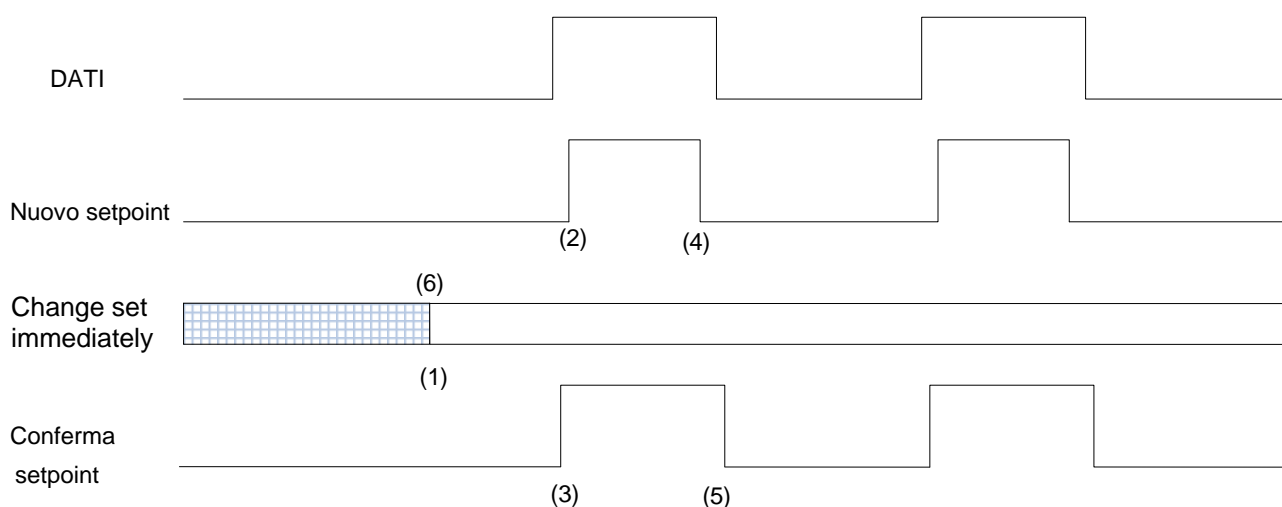
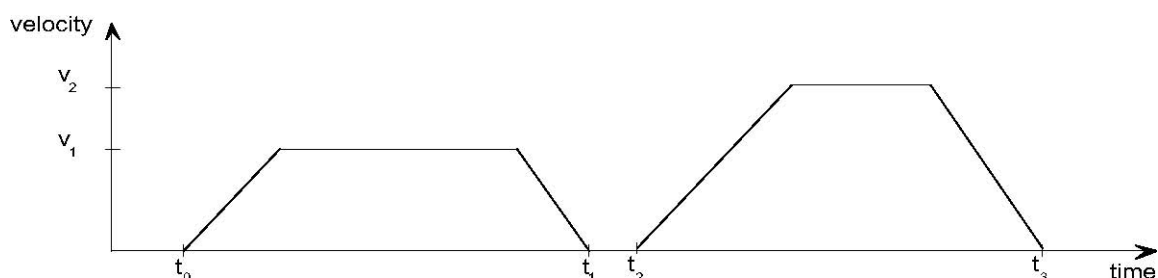
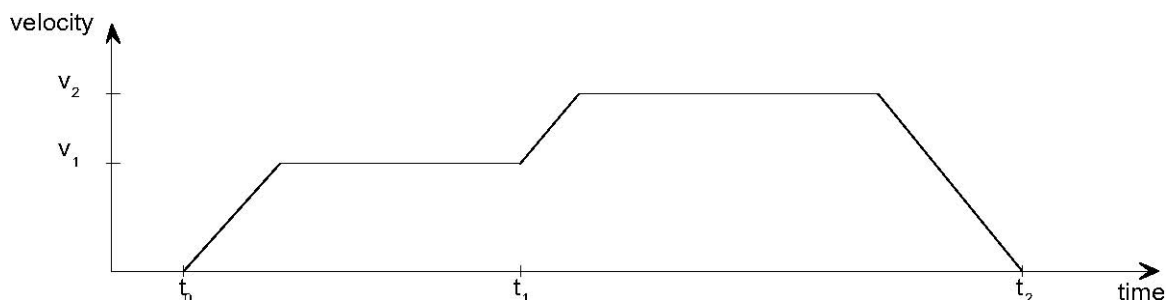

Figura 17: Trasmissione setpoint da un host computer
Figura 18: Setpoint unico
Figura 19: Modifica immediata set
Se il bit '*change set immediately*' è "0" (linea continua alla Figura 17), il drive si aspetterà un setpoint unico (1). Dopo 'applicazione dei dati al drive, un host segnala che i dati sono validi modificando il bit '*nuovo setpoint*' a "1" nella *controlword* (2). Il drive risponderà con '*conferma setpoint*' impostato a "1" nella *statusword* (3) dopo avere confermato e memorizzato i nuovi dati validi. A questo unto l'host può emettere un '*nuovo setpoint*' (4), quindi il drive, impostando '*conferma setpoint*' a "0", segnala che è pronto ad accettare nuovi dati (5). Nella Figura 18 questo meccanismo porta a una velocità zero dopo una rampa di discesa per raggiungere una *target position* x1. a t1. Dopo la segnalazione all'host che il setpoint è stato raggiunto con le modalità di cui sopra, la *target position* successiva x2 viene elaborata a t2 e raggiunta a t3.
Se il bit '*change set immediately*' è "1" (linea tratteggiata alla Figura 17), la nuova target position sarà immediatamente attiva. Alla Figura 19 il drive riceve la prima *target position* a t0. Al time point t1 il drive riceve una seconda *target position*. Il drive riadegua immediatamente il movimento effettivo alla nuova target position.